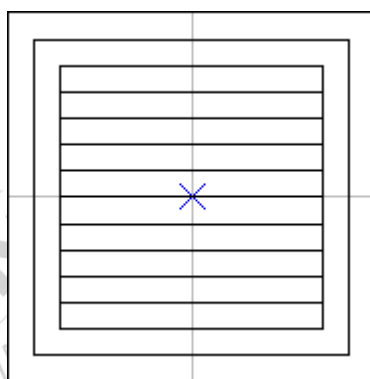

図 3.2.10
**Loops**：ピッチに応じてオブジェクト内に作成されるループの量を決定します。ハッチラインがループ内に埋め込まれます。図3.2.10に、この値が2のときのハッチ表現を示します。